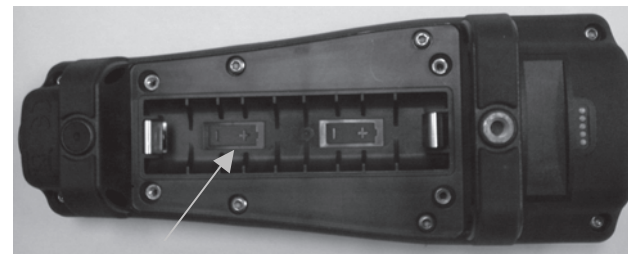

Figure 1., ProODO avec le couvercle des piles retiré. Notez les symboles de piles indiquant les polarités. 1
3. Enlevez le couvercle des piles et insérez les nouvelles piles en vous assurant de respecter l'alignement correct de la polarité indiqué sur l'appareil ou sur le couvercle (Figure 1).